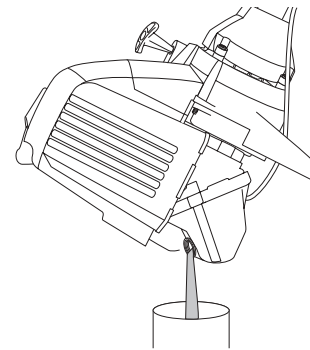

Fig. 30
3. Versez l'huile de l'orifice de remplissage d'huile dans un récipient en inclinant l'appareil à la verticale (Fig. 30). Prévoyez suffisamment de temps pour une vidange complète.